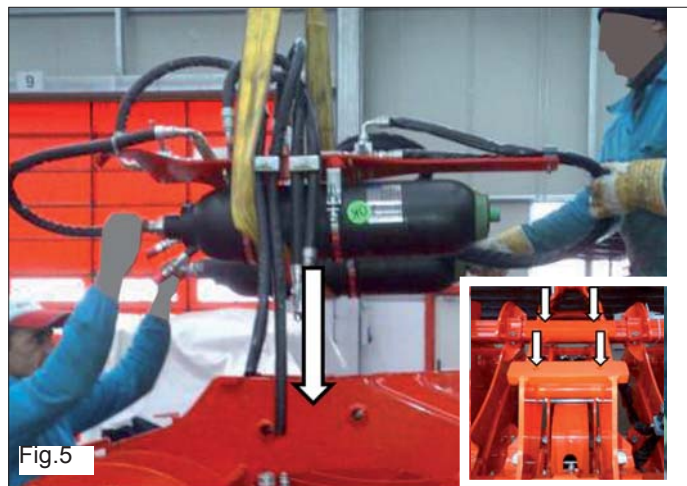

Fig.5
- Amplasați unitatea de acumulare pe mașină și fixați-o pe orificiile corespunzătoare cu ajutorul celor 4 șuruburi M12. (Fig.5)